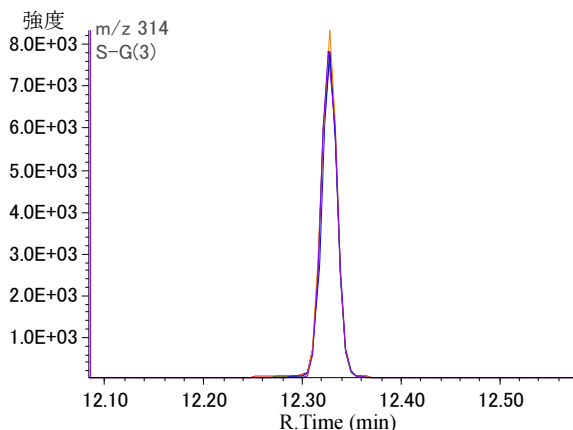

Fig.2. 本システムによる 5 回連続測定の上重ね描き定量イオンクロマトグラム
2. 再現性：試料水 1ppb を本システムで 5 回連続で測定して得られたピーク面積値の再現性は R.S.D. が 3% (n=5) で良好な結果を得ることができた。またその時の定量イオン (mz=314) の重ね描きイオンクロマトグラムを Fig.2. に示す。きれいなピーク形状で、リテンションタイムもずれがなく、良好な結果を得ることができた。